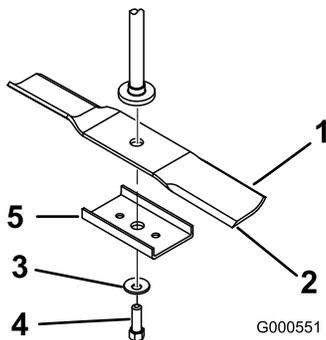

Figura 46
arandela curva, el refuerzo de la cuchilla y la cuchilla (Figura 46).
- Instale la cuchilla en el eje (Figura 46).
- Instale el refuerzo de la cuchilla, la arandela curva (con la copa hacia la cuchilla) y el perno de la cuchilla (Figura 46).